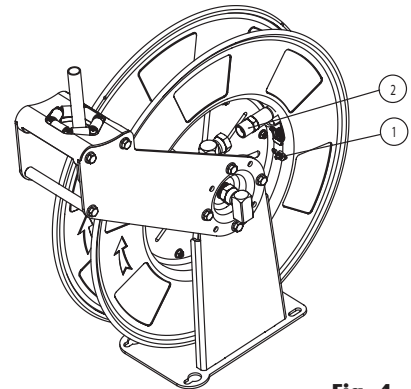

Fig. 4
2. Conecte la nueva manguera a la rótula (2) (fig. 4) asegurándose de que se apoya sobre la pieza plástica, y coloque la brida isofónica (1) de tal modo que sujete la manguera contra el tambor firmemente. No es recomendable ejercer un elevado esfuerzo sobre la rótula, por lo que se recomienda que la manguera, en su zona entre la brida y la rótula, no esté tensionada, presentando una suave curvatura hasta conectar con la rótula.
2. Retire la brida isofónica (1) (fig. 4), y desconecte la manguera de la rótula (2) (fig. 4).
4. Conecte la nueva manguera a la rótula (2) (fig. 4) asegurándose de que se apoya sobre la pieza plástica, y coloque la brida isofónica (1) manguera contra el tambor firmemente. No es recomendable ejercer un elevado esfuerzo sobre la rótula, por lo que se recomienda que la